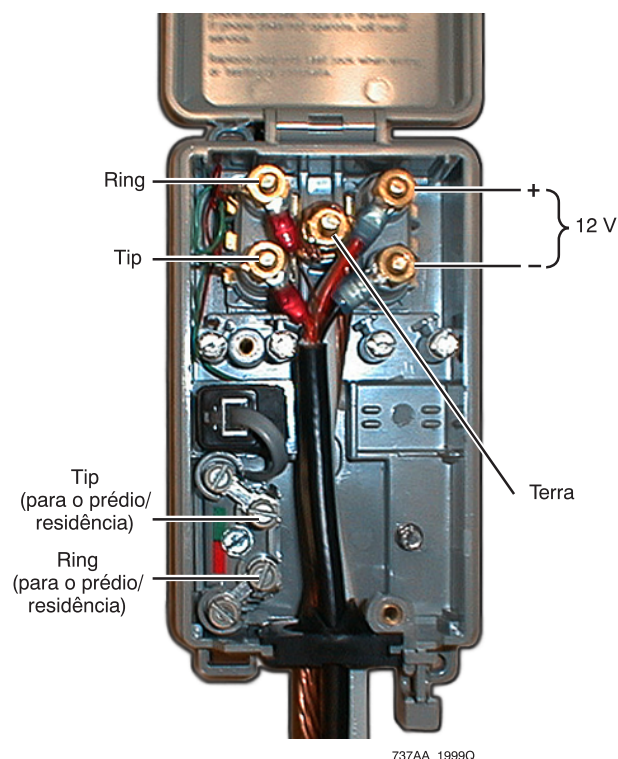

Figura 20. Acesso do provedor de serviços aberto
- Conecte os fios aos terminais de parafuso com a extremidade metálica redonda. (Veja a Figura 20.)